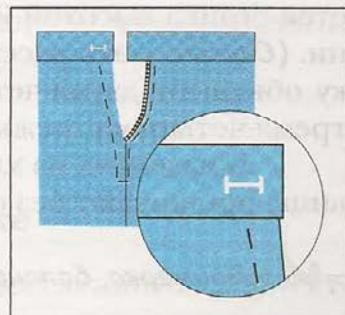

Рис. 61. Разметка места расположения петли
1. Разметить мелком месторасположение петли на переднем конце пояса с лицевой стороны (рис. 61) в следующей последовательности: